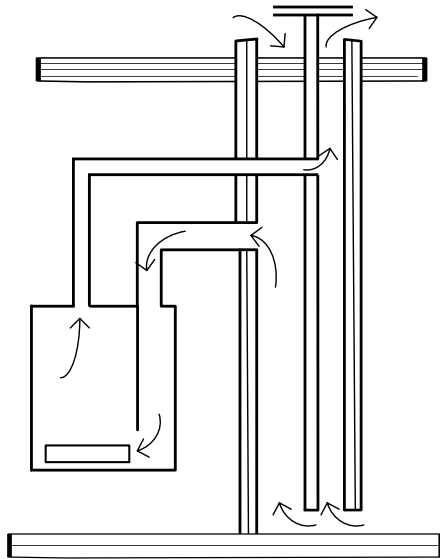

Рис.6 Раздельная система воздухоподачи и удаления продуктов сгорания через встроенный и пристроенный дымоход и воздуховод
- 6.9. Монтаж котла с отдельными каналами воздухоподачи и дымоудаления выполнять согласно рис.6 и рис.7.
- 6.9.1. При реализации варианта по рис.6 для исключения эффекта обратной тяги, необходимо обеспечить соединение каналов воздуховода и дымохода ниже места подключения к ним с ответствующих каналов воздухоподачи и дымоудаления котла.